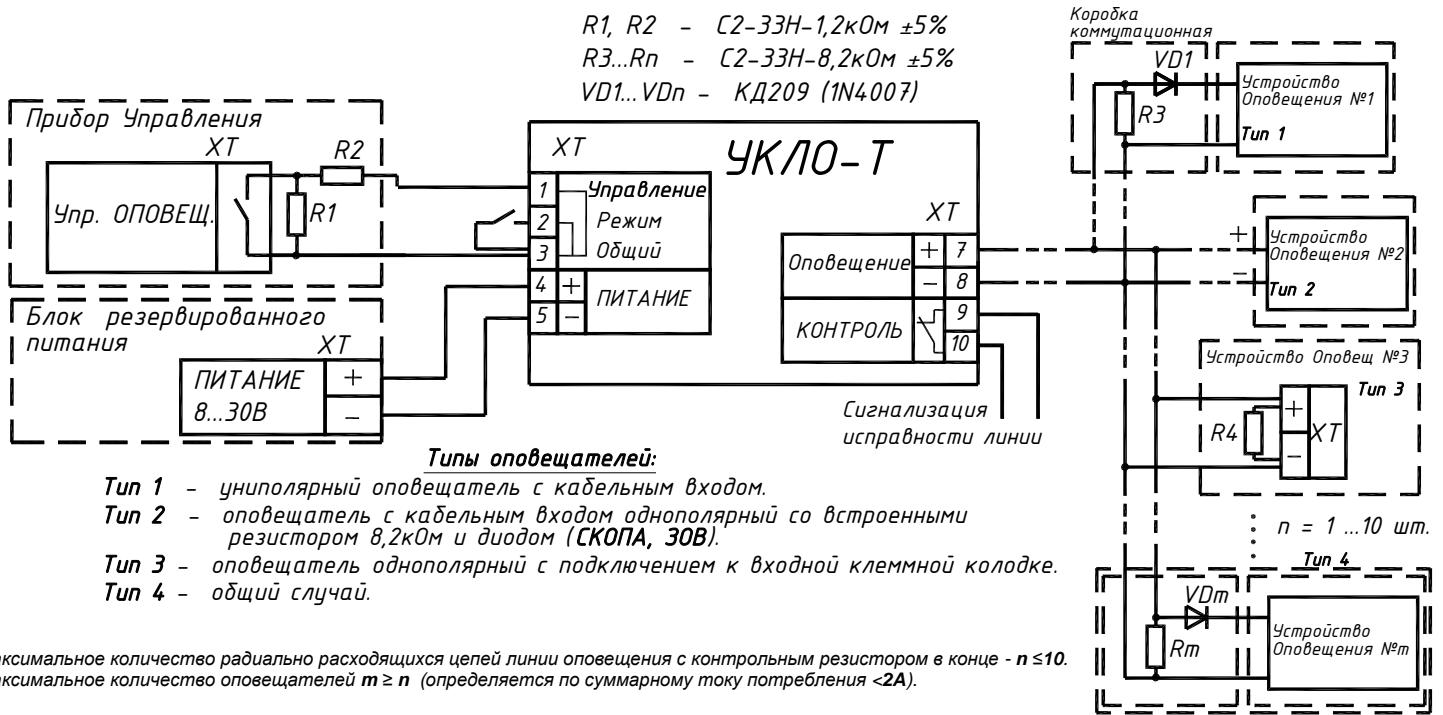

Рис. 2. Схема подключения УКЛО-Т.
7.2 Произвести подключение по схеме согласно рис.2.
- в оповещателе СКОПА и ЗОВ указанные элементы имеются в составе схемы оповещателя (см. рис. 2 Тип 2);
- многие серийные УО имеют одностороннюю проводимость по входу питания; в этом случае диод можно не устанавливать (см. рис. 2 Тип 3).
7.3 Дополнительные резистор и диод могут устанавливаться во вводном отделении УО непосредственно на контактах входной клеммной колодки (см. рис. 2 Тип 3).
При подключении оповещателя с залитым кабелем (мина СКОПА, ЗОВ) дополнительные элементы (диоды при линейном расположении) должны устанавливаться в промежуточной коммутационной коробке, располагаемой как можно ближе к УО (см. рис.2 Тип 1).